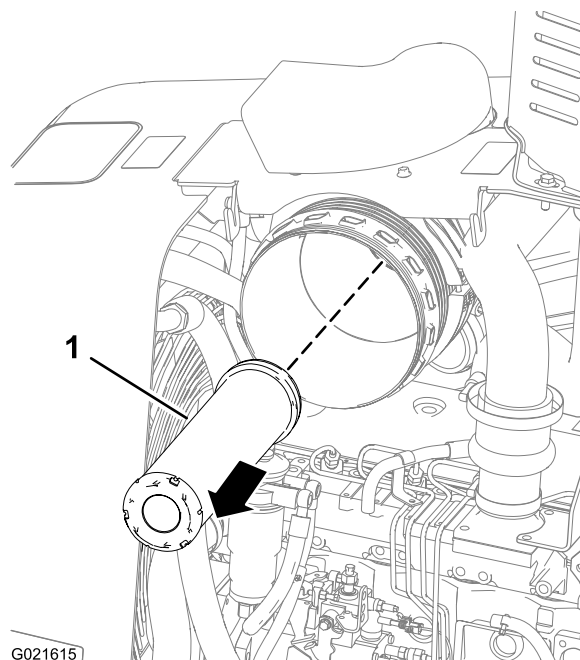

Figure 49
Tirez l'élément filtrant secondaire vers l'extérieur et sortez-le du boîtier du filtre à air (Figure 49).
4. Insérez l'élément filtrant secondaire neuf dans le boîtier du filtre à air (Figure 49).